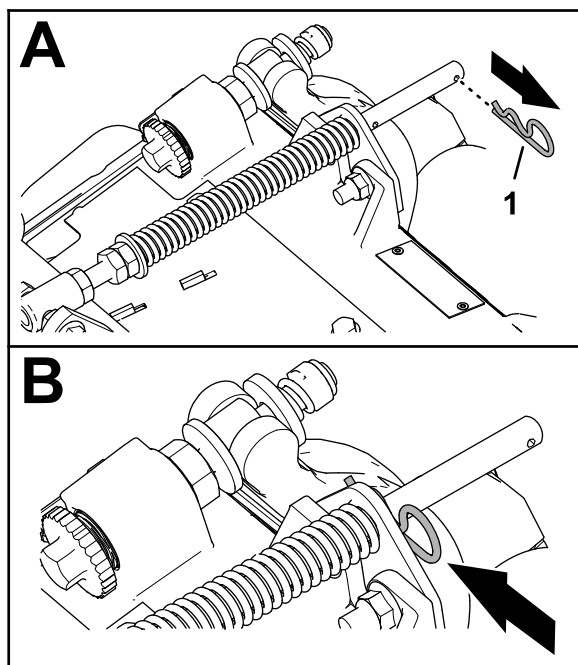

Figura 6
- Si la chaveta está instalada en el orificio trasero de la varilla de compensación del muelle, retire la chaveta e introdúzcala en el orificio situado junto al soporte (Figura 6).